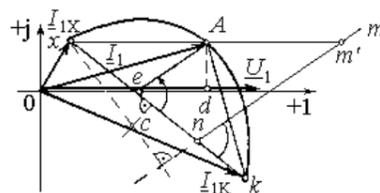

Рис. 8.2
Построенный по этому уравнению на комплексной плоскости годограф вектора тока \underline{I}_1 , названный круговой диаграммой, используется в данной работе для определения величин I_1, I_2, U_2, P_1, P_2 в режиме активной нагрузки. Пример круговой диаграммы приведен на рис. 8.2.
5. Проводится линия переменного параметра \overline{nm} под углом $\delta = \varphi_{2K} - \varphi_H$ к хорде \overline{xk} (на рис. 8.2 угол $\delta > 0$).